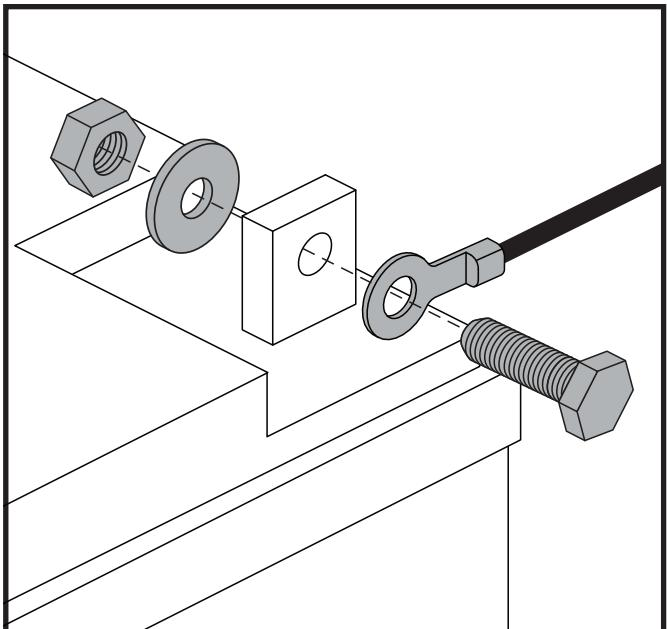

Figure 12. Batterie Borne Matériel
4. Débranchez les câbles des bornes des batteries en soulevant la couvercles des bornes et en desserrant le boulon et l'écrou sur chaque borne. **Voir la figure 12.**